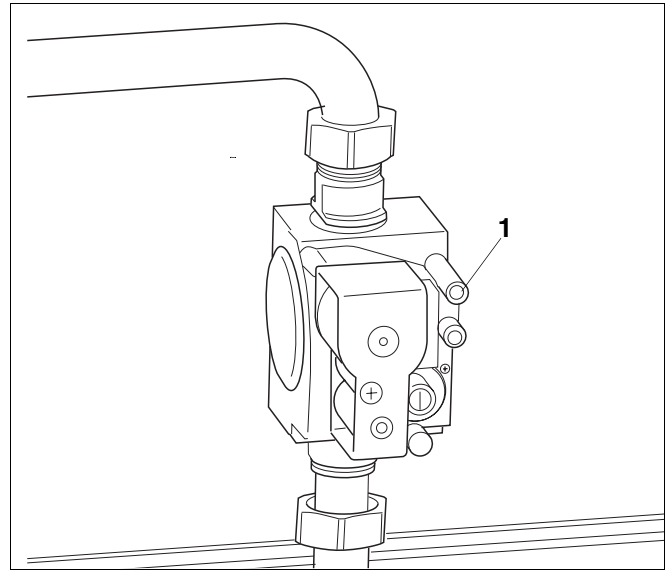

Abb. 30 Gasarmatur „SIT“ 840 Sigma
- Verschlusschraube des Prüfnippels für Anschlussdruck und Entlüftung (Abb. 30, **Pos. 1**) an der Gasarmatur zwei Umdrehungen lösen.
- Verschlusschraube des Prüfnippels für Anschlussdruck und Entlüftung (Abb. 30, **Pos. 1**) sorgfältig festschrauben.